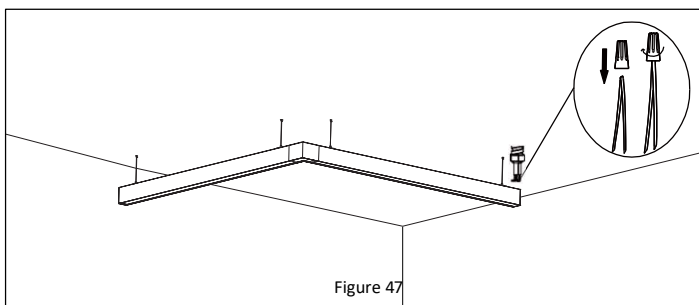

Figure 47
9. Ouvrez le couvercle à une extrémité. Effectuez les connexions de câblage conformément au **Schéma de Câblage**. **Reportez-vous à la Figure 47.**